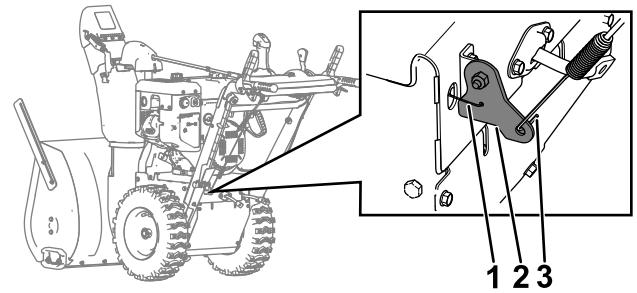

Figura 5
6. En la parte trasera de la máquina, desenganche el cable de tracción del brazo del cable de tracción (Figura 5).